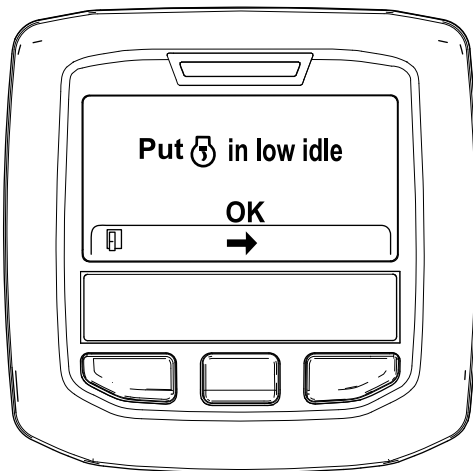

Bild 36
6. Stellen Sie die Gasbedienung in die NIEDRIGE LEERLAUF-Stellung und drücken Sie die mittlere Taste (Bild 36).